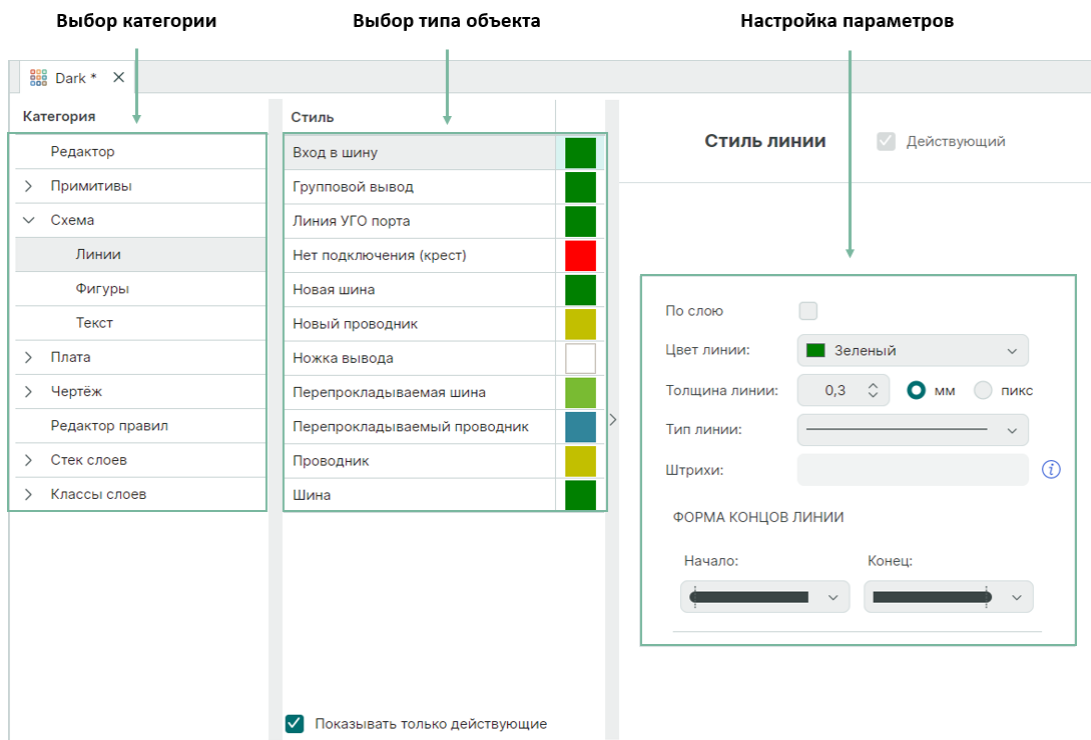

Рис. 134 Изменение внешнего вида элемента интерфейса
4. Задайте новые параметры отображения объекта в области настройки, Рис. 134.